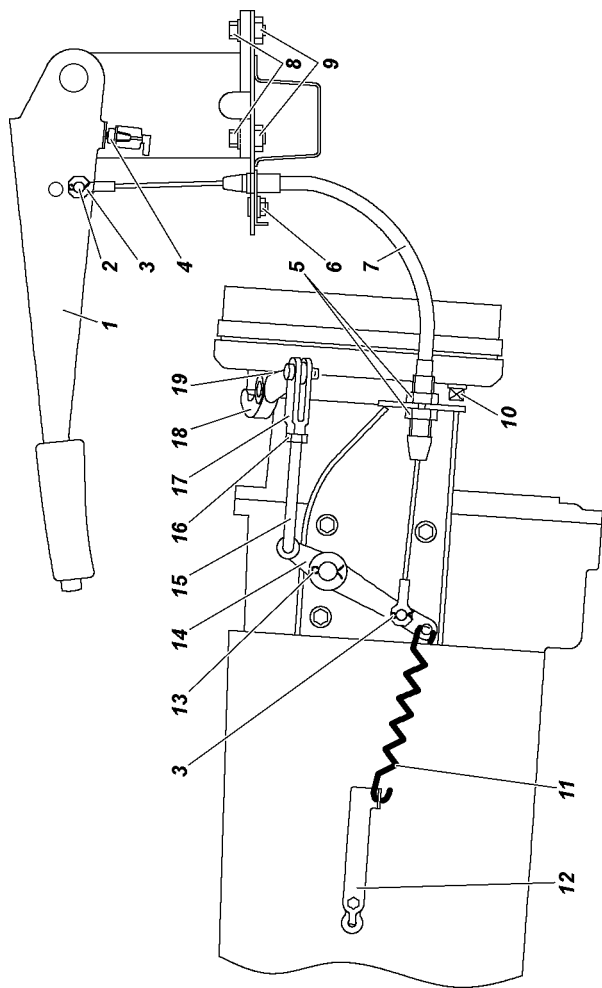

Рис. 9.36. Привод стояночного тормоза:
2. Переместите рычаг стояночного тормоза 1 (рис. 9.36) в крайнее нижнее положение.